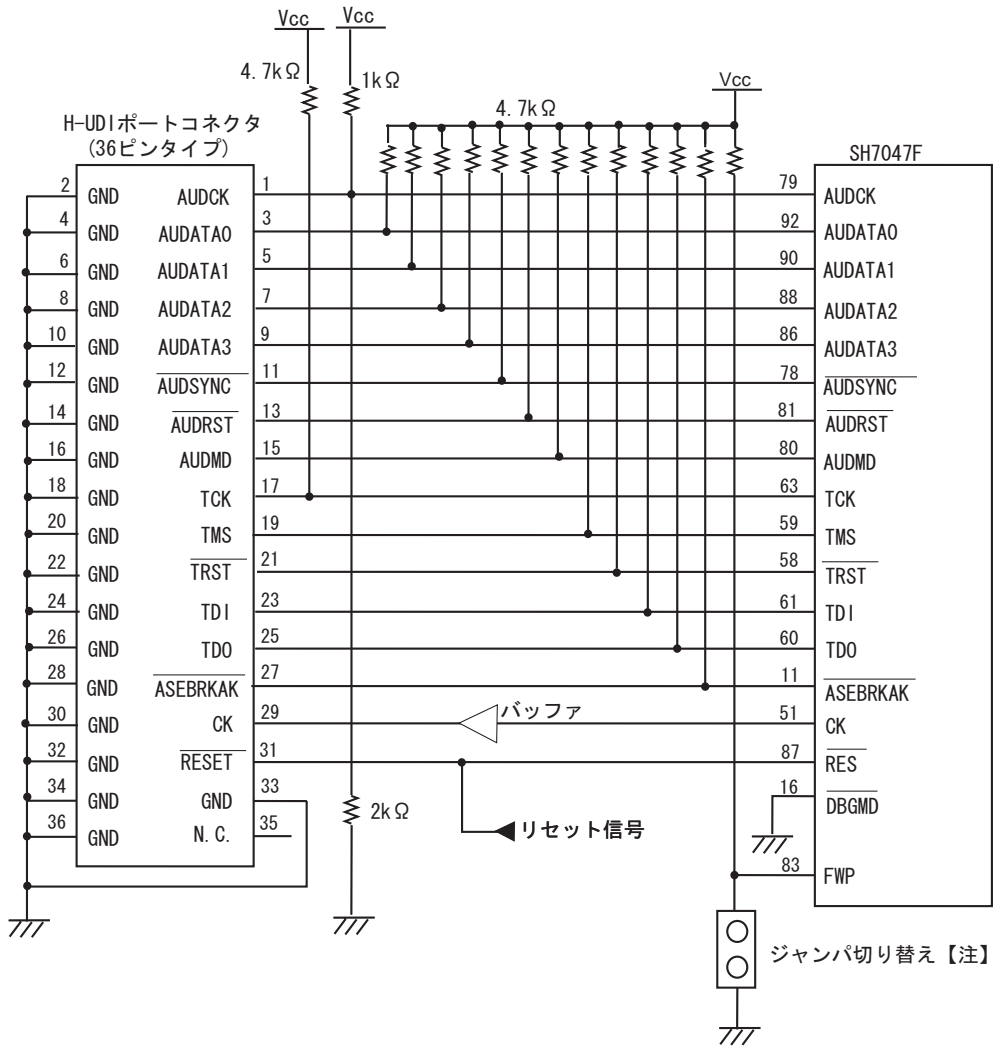

図 1.5 E10A 使用時の H-UDI ポートコネクタ - チップ間の推奨接続例(36 ピンタイプ)
E10A エミュレータ使用時の H-UDI ポートコネクタ(36 ピンタイプ)とチップ間の推奨接続例を図 1.5 に示します。
- (1) E10A を使用する場合 : /DBGMD = " L "
- (2) E10A を使用しない場合 : /DBGMD = " H "
7. E10A エミュレータを使用する場合、H-UDI ポートコネクタと SH7047F 間の CK 端子の接続は、図 1.5 に示すようにバッファ(推奨品 : 74LVC125)を介して接続してください。
10. 図 1.5 に記載されている抵抗値は、推奨値です。